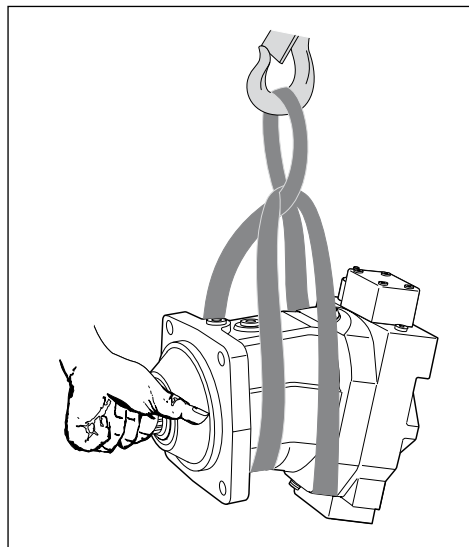

Abb. 5: Transport mit Hebeband
- Legen Sie das Hebeband so um die Axialkolbeneinheit, dass es weder über Anbauteile (z. B. Ventile) verläuft, noch dass die Axialkolbeneinheit an Anbauteilen aufgehängt wird (siehe Abb. 5).